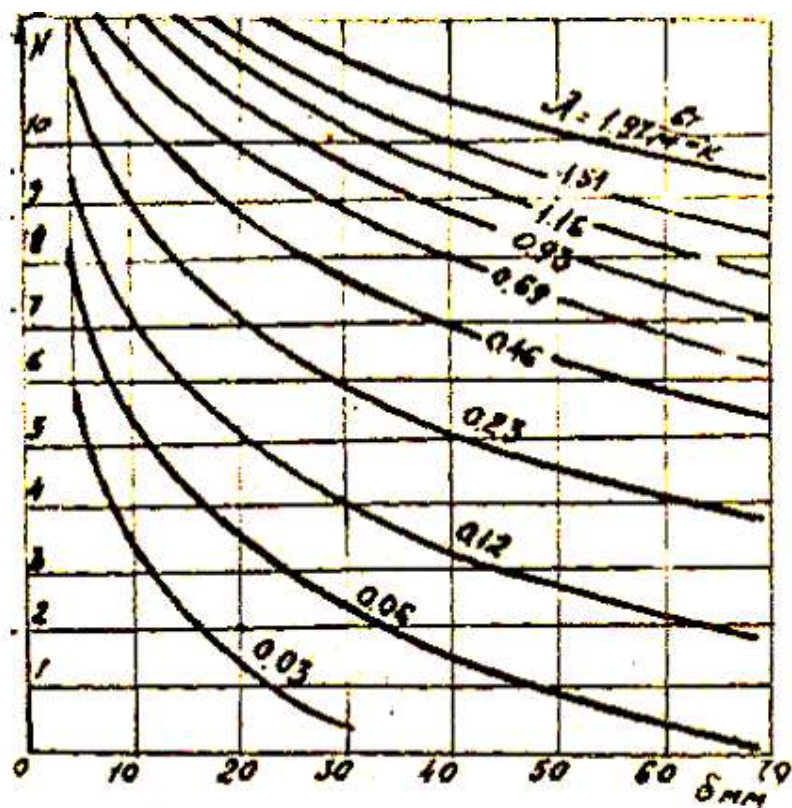

Рис. 2. Диаграмма для выбора ступени мощности нагревательной плиты
4. Выбрать необходимую ступень мощности нагревательной плиты, руководствуясь диаграммой (рис.2). Ступень мощности определяется по измеряемой толщине образца и предполагаемой величине коэффициента теплопроводности исследуемого материала.